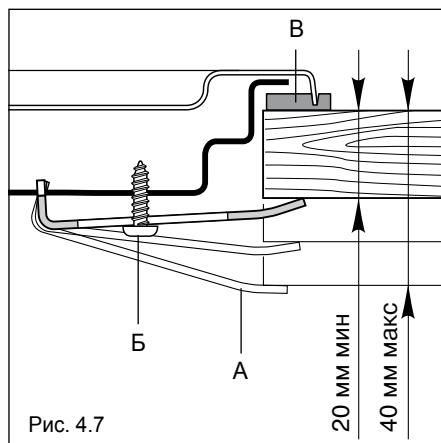

Рис. 4.7
## КРЕПЛЕНИЕ УСТАНОВОЧНЫХ КРОНШТЕЙНОВ (Рис. 4.7)
- ✓ Убедитесь, что кронштейны закреплены, как показано на Рис. 4.7.
## КРЕПЛЕНИЕ ВАРОЧНОЙ ПОВЕРХНОСТИ (Рис. 4.7)